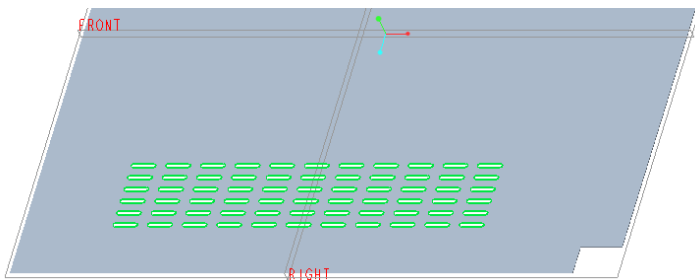

图 6-6 阵列结果
(3) 在“阵列”选项卡中单击 (完成) 按钮，阵列结果如图 6-6 所示。